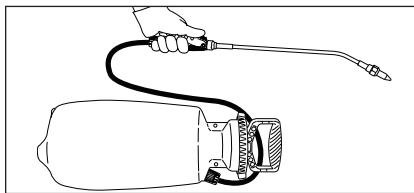

**Figure 8. Ouvrir et fermer le verrou de robinet**
3. Pour une pulvérisation continue, pressez la poignée d'arrêt et glissez le levier vers vous ou tournez le levier vers l'embout. Pour déverrouiller, glissez le verrou vers l'embout ou tournez le verrou vers vous. Voir la Figure 8.